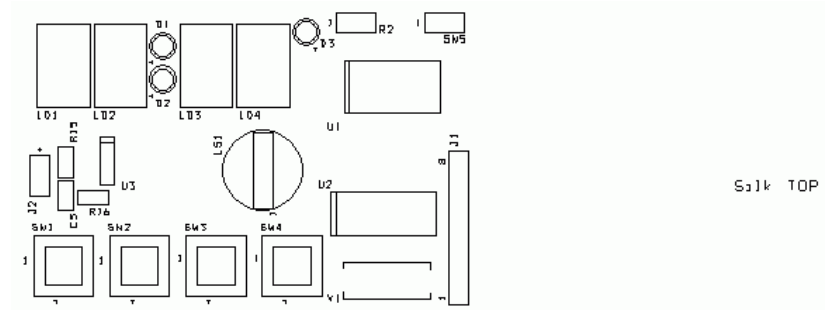

рис. 7-34
**SST (рис. 7-34), Silkscreen TOP**. Всё, что Вы видите в этом слое, будет нарисовано на верхней стороне платы.